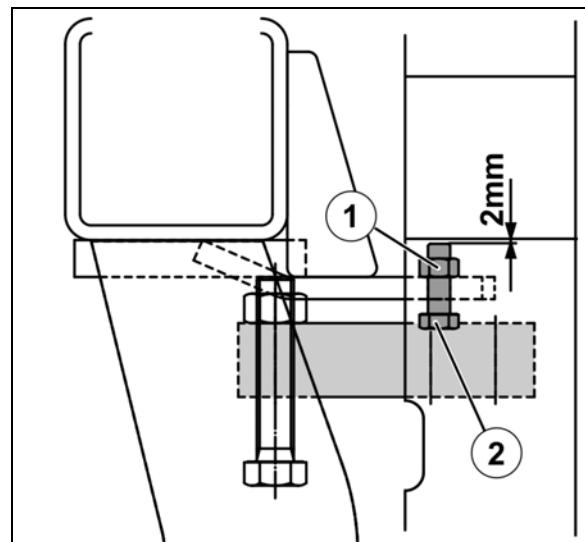

图 56
如图所示，止动螺栓（图 56/2）必须设有 2 mm 的间隙。
1. 拧开锁紧螺母（图 56/1）
2. 调整止动螺栓（图 56/2）
3. 拧紧锁紧螺母（图 56/1）